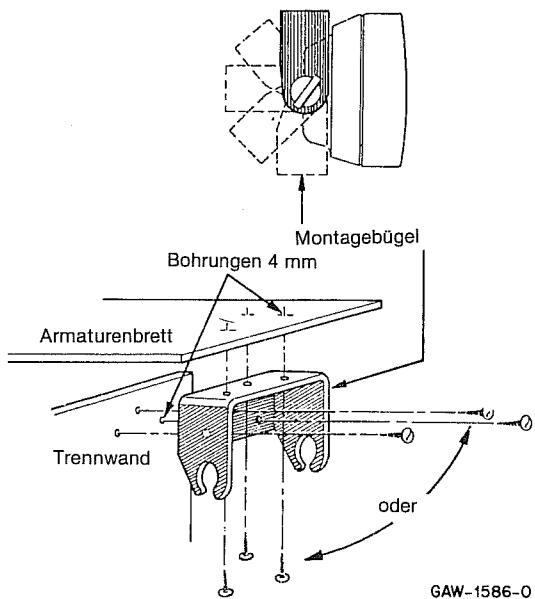
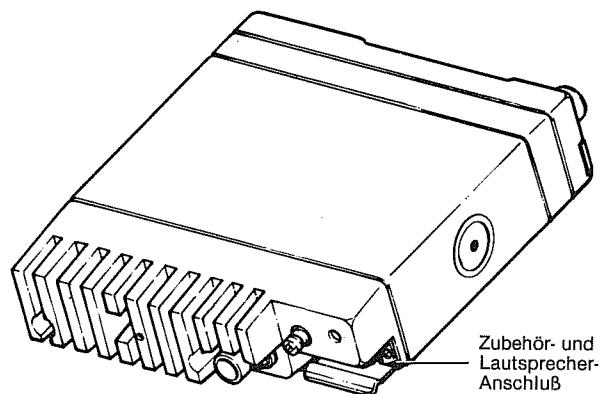

Abbildung 5
Abbildung 6
- (1) Den Lautsprecher durch Lösen der beiden Flügelschrauben von dem Aufhängebügel trennen.
- (2) Eine geeignete Einbaustelle bestimmen.
- (3) Mit dem Bügel als Bohrschablone die drei Bohrungen an vorgesehener Einbaustelle markieren.
- (4) Nach Körnung der markierten Stellen die Löcher mit 4 mm Durchmesser bohren.
- (5) Den Befestigungsbügel mit Hilfe der mitgelieferten Blechschauben befestigen (Abbildung 5).
- (6) Den Lautsprecher in den Befestigungsbügel einsetzen und die Flügelschrauben anziehen.
- (7a) Nur für direkt bediente Geräte: den Stecker des Lautsprechers mit der neunpoligen Zubehörbuchse an der Rückwand des Gerätes verbinden. Siehe Abbildung 6.